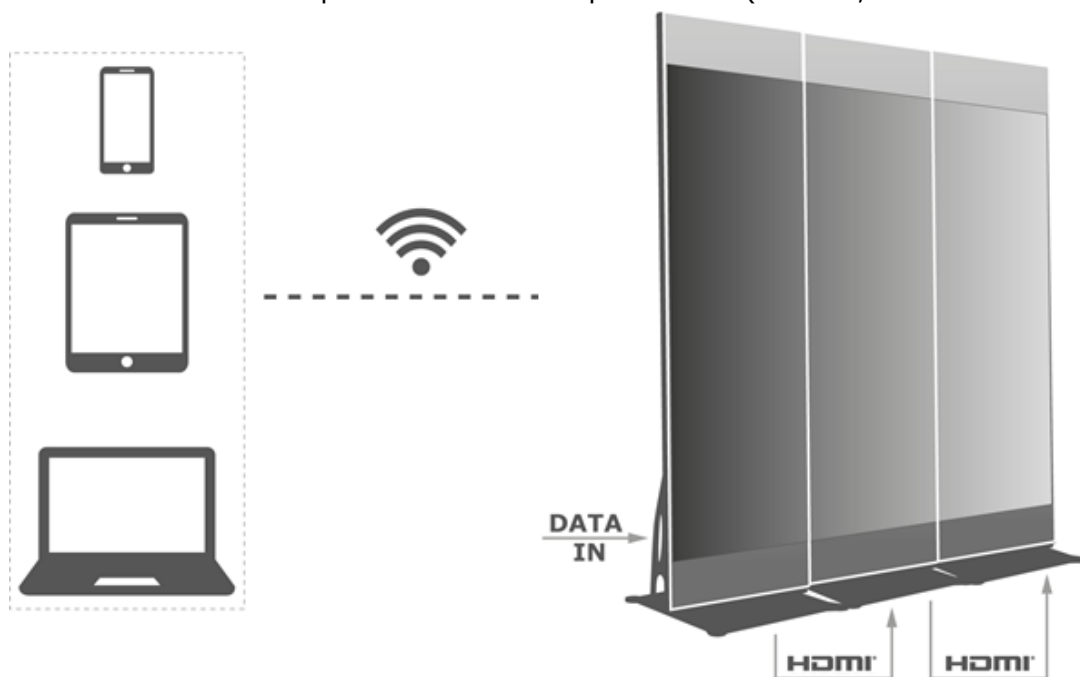

Figura 12: Ejemplo de conexión al póster LED
- Conecte los dispositivos de hardware. Por ejemplo, empalme 3 pantallas y utilice fuentes de vídeo externas (consulte Figura 12).